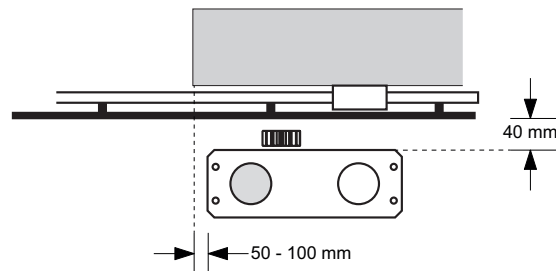

Fig. 2d
- Fig. 2d installazione con motore a destra